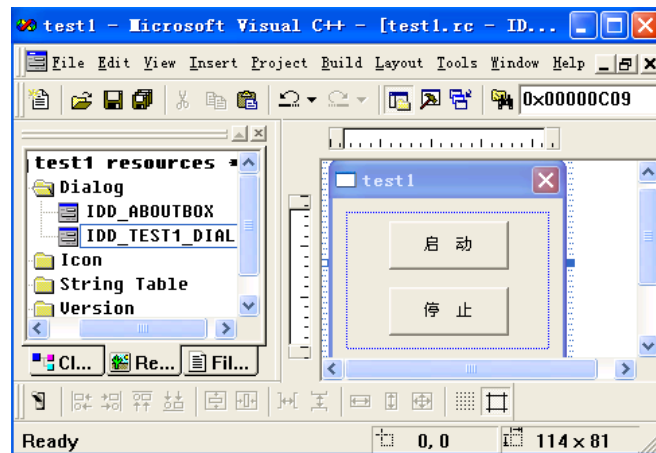

图 7-8 修改对话框
- (6) 在应用程序类型中选择“基于对话框”，按“完成”键，建立工程；
(7) 给对话框进行简单的修改，增加按钮“启动”（命名为 IDC_BUTTON_Start）和“停止”（命名为 IDC_BUTTON_Stop），如图 7-8 所示：